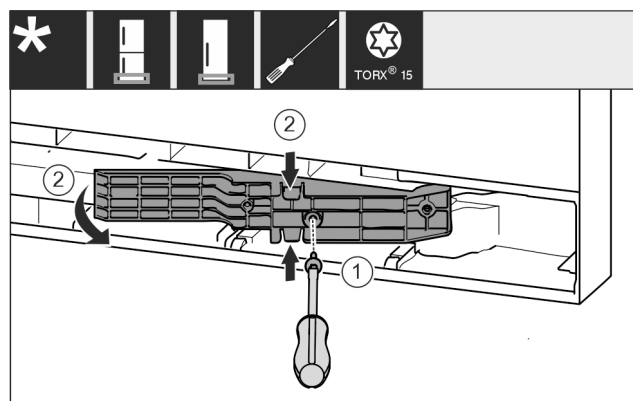

Fig. 18 *
- Desserrer les vis avec un tournevis T15. Fig. 18 (1)*
- Sortir l'adaptateur. Fig. 18 (2)*